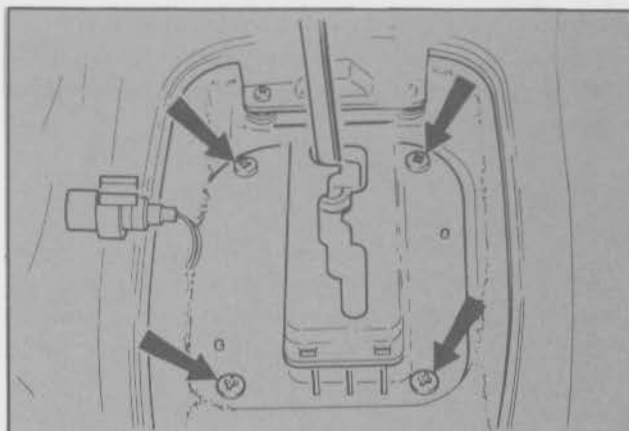

Fig. 137 - Montaje del conjunto de la palanca selectora
- Retirar los 4 tornillos de retención y separar el conjunto de la palanca selectora y la corredera de la misma del conjunto del piso. Extraer el conjunto (Fig. 137).